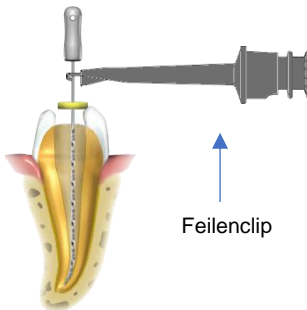
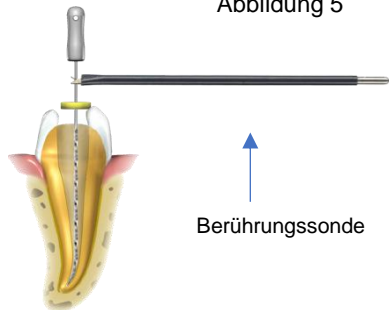

Abbildung 6
Abbildung 7
3. Führen Sie die Feile vorsichtig in den Kanal ein und verbinden Sie den Feilclip mit dem Metallschaft der Feile - siehe Abbildung 6. Alternativ können Sie auch die Berührungssonde verwenden, um einen elektrischen Kontakt mit der Wurzelkanal-Feile herzustellen - siehe Abbildung 7.